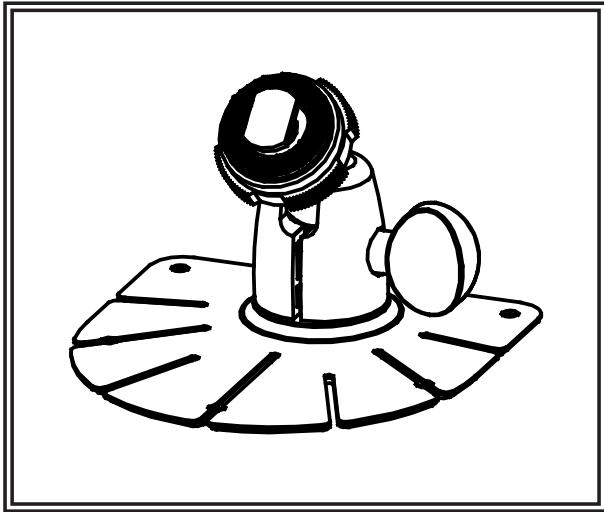

Figure 6
3. Connectez le moniteur au faisceau inclus.(Figure 6).
1. Choisissez l'emplacement adapté sur le véhicule et fixez le socle. (Figure 6)